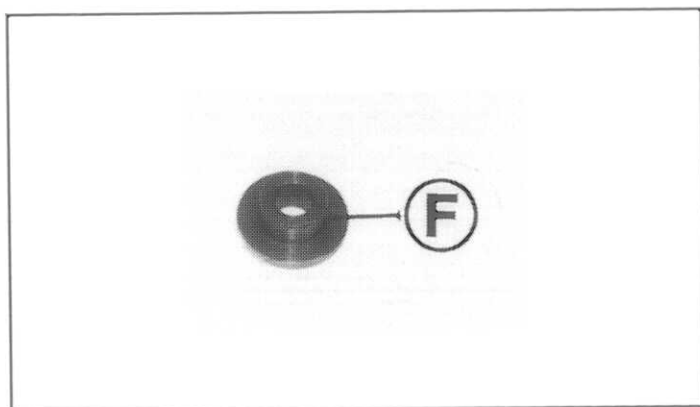

FIG. 3.1
– Smontare la puleggia motore ed eliminare, se presente, la relativa flangia di centraggio (part. «F» di fig. 3.1).
– Démonter la poulie moteur et éliminer, se il existe, la bride de centrage correspondante (rep. «F» de la fig. 3.1)
– Remove the driving pulley and discard, if present, the associated centering flange (part «F» of fig. 3.1)
– Motor-Riemenscheibe ausbauen und den entsprechenden, falls vorhanden ist, Zentrierflansch ausscheiden (Teil «F» der Abbildung 3.1).